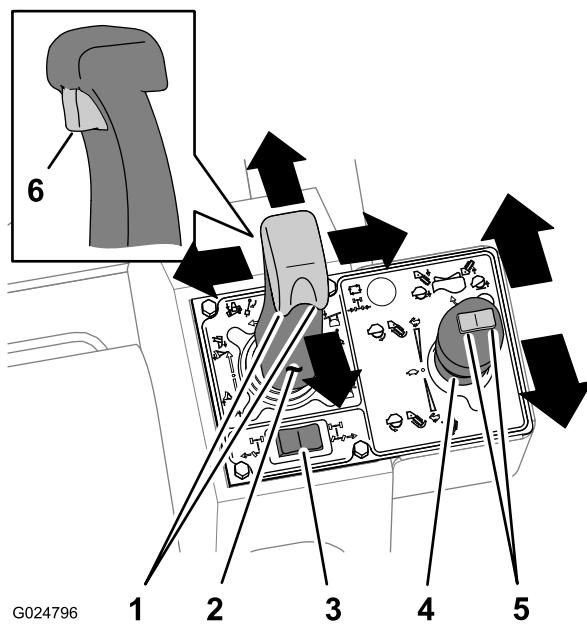

Figura 15
- Empurre o joystick para frente para baixar a lâmina de reaterro ou o arado vibratório ou puxe o joystick para trás para suspender a lâmina de reaterro ou o arado vibratório (Figura 15).
- Mova o joystick à esquerda para inclinar a lâmina de reaterro à esquerda ou move o joystick à direita para mover a lâmina de reaterro à direita (Figura 15).
- Gire o controle do polegar à esquerda para balançar a lâmina de reaterro à esquerda ou gire o controle do polegar à direita para balançar a lâmina de reaterro à direita (Figura 15).
- Gire o controle do polegar à esquerda para balançar o arado vibratório à esquerda ou gire o controle do polegar à direita para balançar o arado vibratório à direita (Figura 15).
- Puxe o gatilho no joystick para oscilar a lâmina de reaterro para cima e para baixo (Figura 15).
- Mova o joystick para trás para iniciar a vibração da lâmina do arado (Figura 15).
- Mova o joystick mais para trás para aumentar a vibração (Figura 15).
- Mova o joystick em direção à posição Neutra para reduzir e parar a vibração (Figura 15).
- Mova o joystick para frente para acionar a corrente de escavação no sentido de avanço (Figura 15).
- Mova o joystick mais para frente para aumentar a velocidade da corrente (Figura 15).
- Mova o joystick para a posição Neutra para parar a corrente da valetadeira (Figura 15).
- Mova a chave à esquerda para baixar a lança do implemento (Figura 15).
- Mova a chave à direita para suspender a lança do implemento (Figura 15).